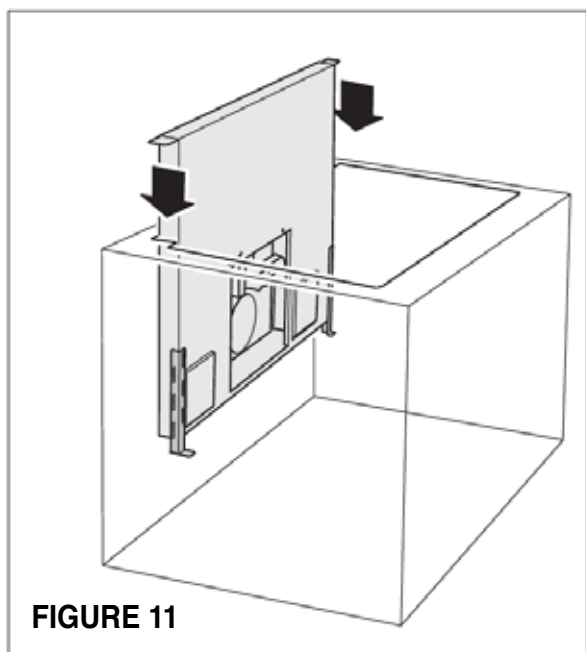

FIGURE 11
5) Avec l'aide d'une autre personne, soulevez le capot dans la découpe préparée dans l'armoire. Le haut supports de montage doivent reposer sur le comptoir. (FIGURE 11)